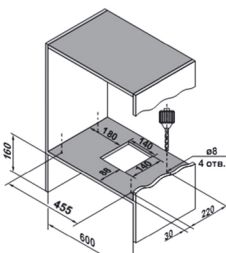

Рис. 2
2. Сделайте отверстия в шкафу согласно эскизу (Рис. 2).